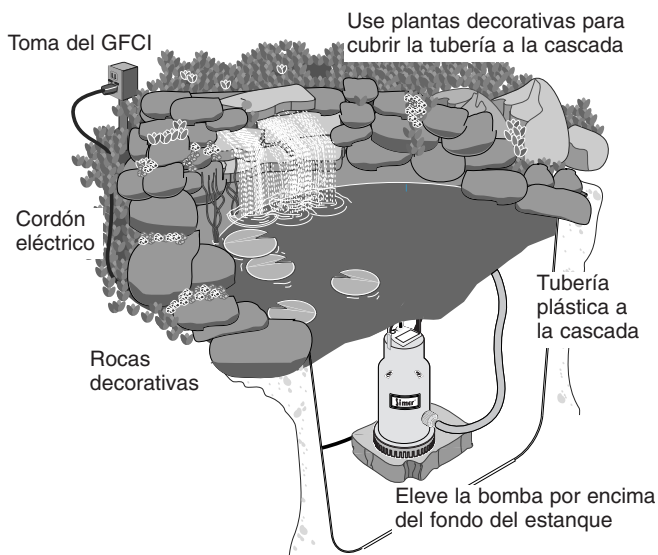

Figura 1: Instalación típica del un estanque y cascada de jardín.
1. Instale la bomba sobre una superficie dura y nivelada. Asegúrese de que la bomba no pueda recoger piedras, lodo y escombros, etc. Si es necesario, coloque un bloque debajo de la bomba para elevarla un poco. Consulte la Figura 1.